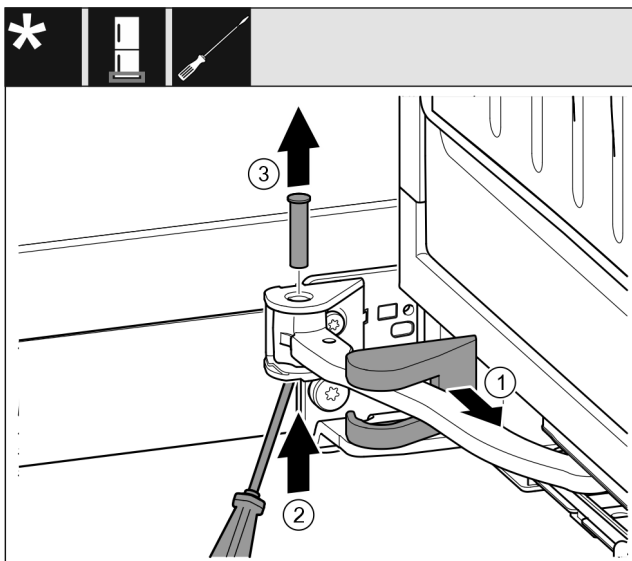

Fig. 16
- ▶ Stáhněte kryt stojanu ložiska Fig. 16 (1) a posuňte podél kloubu.
- ▶ Čep Fig. 16 (2) zespuďte nadzvedněte šroubovákem.
- ▶ Čep Fig. 16 (3) vytáhněte shora.